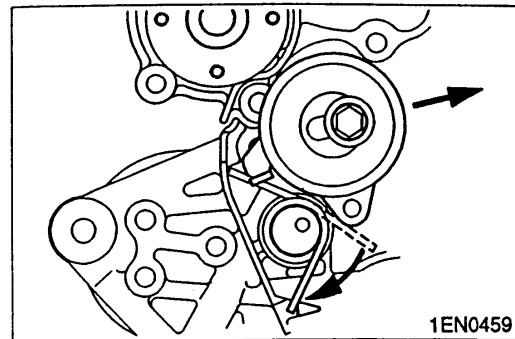
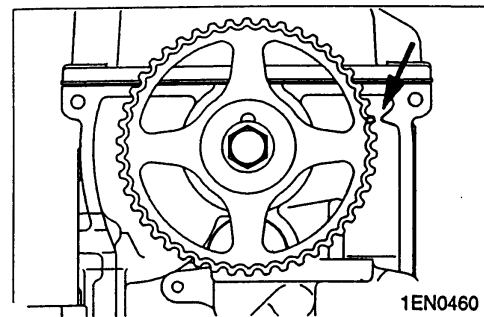

图 3-11
图 3-12
- 夹住张紧器弹簧的另一伸长端, 并如图 3-11 所示将它钩到机油泵壳体凸耳上。
- 以图 3-11 所示方向移动正时皮带涨紧器, 临时涨张紧皮带。
(3) 正时皮带的安装
- 如图 3-12 将凸轮轴正时记号与气缸盖的正时记号对准。